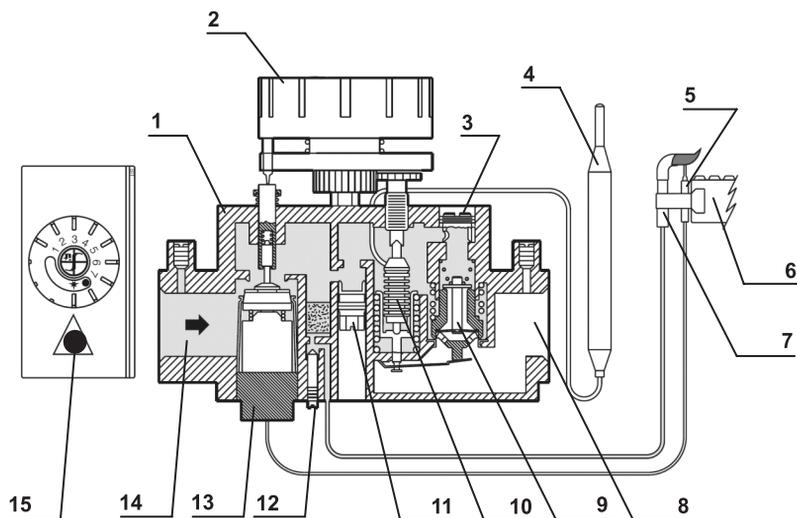

Рисунок 3. Схема автоматики 630 EUROSIT принципиальная
- 5.5. Котел укомплектован газогорелочным устройством с термоэлектрической автоматикой регулирования и безопасности CV-30 (Германия) или EUROSIT (Италия). Схема приведена на рис.3. Автоматика имеет стабилизатор давления газа перед основной горелкой, режим «малое пламя» и пьезорозжиг. Автоматика состоит из электромагнитного клапана, термодатчика, терморегулирующего клапана, манометрического сильфона, капиллярной трубки, термобаллона.
- 7.1. Проверьте, чтобы газовый кран перед котлом был в положении «закрыто». Ручка управления 2 была установлена до упора поворотом по часовой стрелке в позицию «выключено» (●). (рис.3)